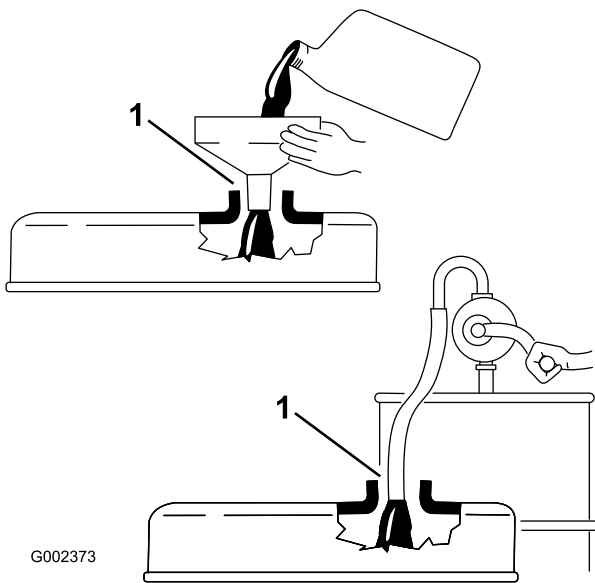

Figure 28
**Important:** Prenez soin de retirer la jauge lorsque vous faites le plein d'huile moteur. Lorsque vous faites l'appoint ou le plein d'huile moteur, il est *indispensable* de maintenir un espace entre le dispositif de remplissage et le trou de remplissage d'huile dans le couvre-culasse, comme illustré (Figure 28). Cet espace est nécessaire pour assurer l'aération pendant le remplissage et empêcher l'huile de déborder dans le reniflard.